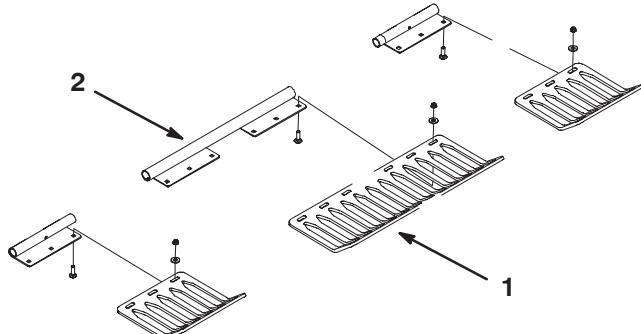

Figure 24
3. Montez les protège-gazon sur leurs supports au moyen de (12) boulons, rondelles plates et écrous à collarlette (Fig. 24). Ne serrez pas les fixations. La tête des boulons doit être placées sous les supports des protège-gazon.